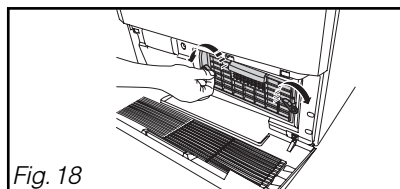

Fig. 18
- Abra el condensador (Fig. 18).